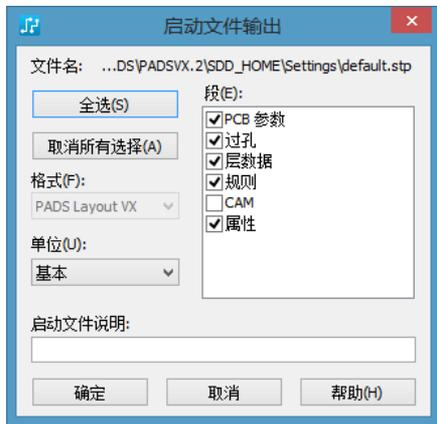

图 6-10 “启动文件输出”对话框
(3) 在“另存为启动文件”对话框中命名启动文件，单击“保存”按钮，弹出如图 6-10 所示的“启动文件输出”对话框。
(4) 在“启动文件输出”对话框中选择想包含在启动文件中的设置信息。